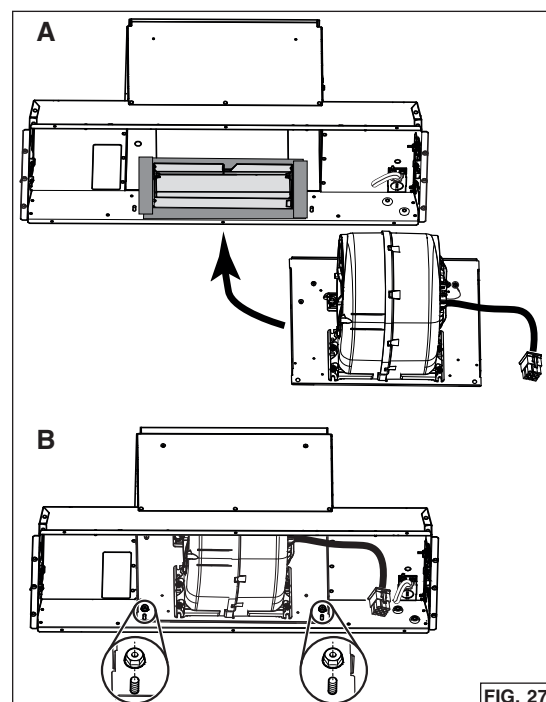

FIG. 27
5. Inserte el ventilador y su placa al interior de la campana, donde estaba la placa trasera (A). Fije la placa a la campana usando las 2 tuercas retiradas previamente al paso 8 en la página 11 (B) (FIG. 27).